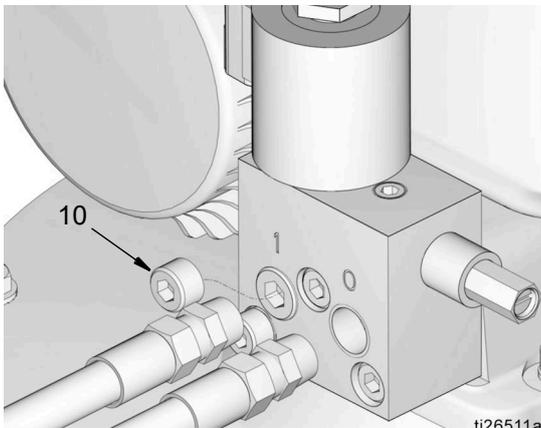
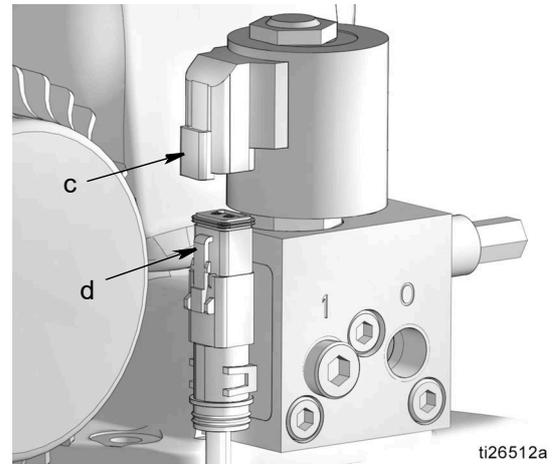

図 6
図 7
9. 潤滑ラインを「0」と書かれたベントバルブアウトレットポートに取り付けます (図 6)。
10. 「1」と記されているインレットポート (図 6)、に以下のいずれかを取り付けます。
- 1 本のプラグ (10)
11. ケーブル (d) をバルブカートリッジ (c) に接続します (図 7)。